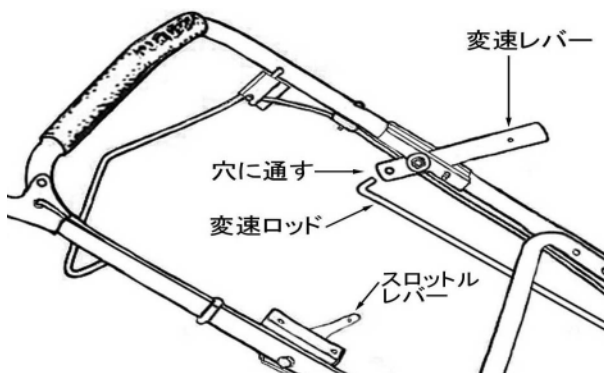

図 3-7
3. 変速ロッドの上部の曲がった部分を変速レバーの穴に通します。(図 3-7)